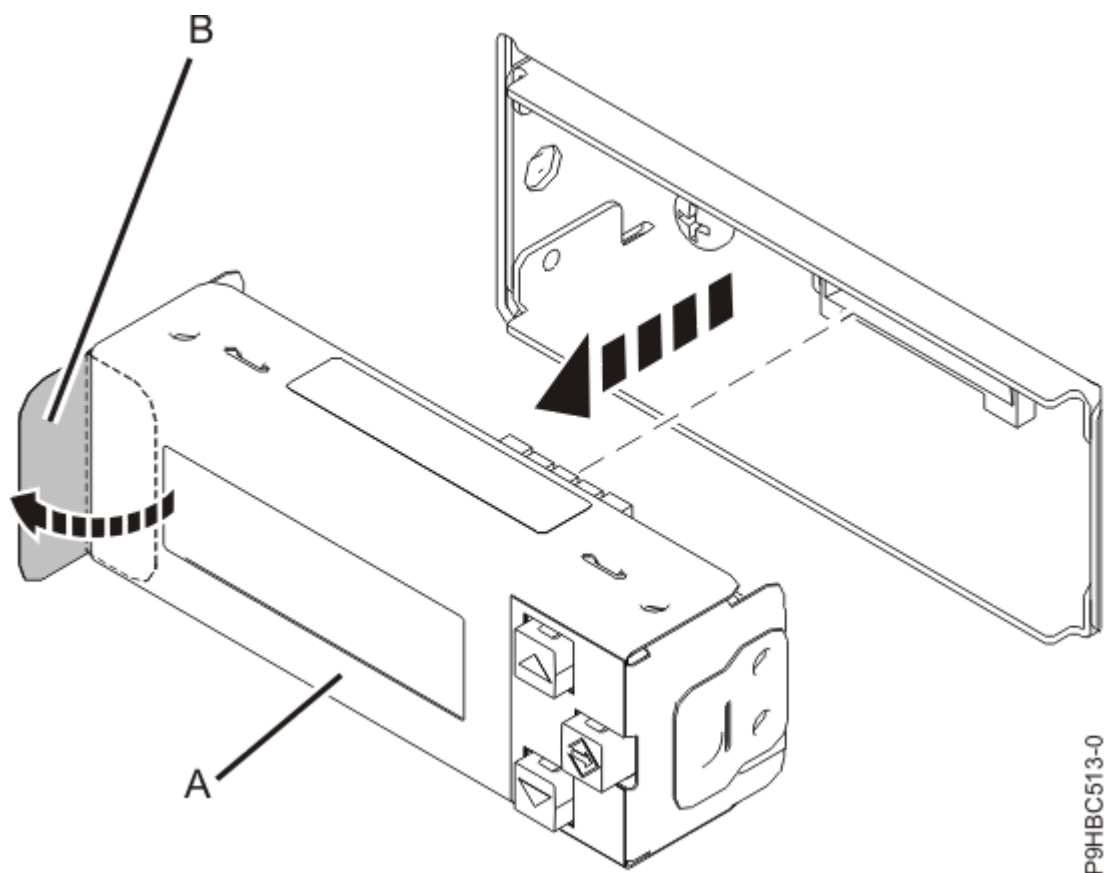

*Figura 109. Desconnexió del cable de la pantalla del panell de control de la placa posterior del sistema per un sistema muntat en bastidor*
4. Desconnecteu el cable de la pantalla del panell de control de la placa posterior del sistema, tal com es veu a la Figura 109 a la pàgina 116 o la Figura 110 a la pàgina 117.